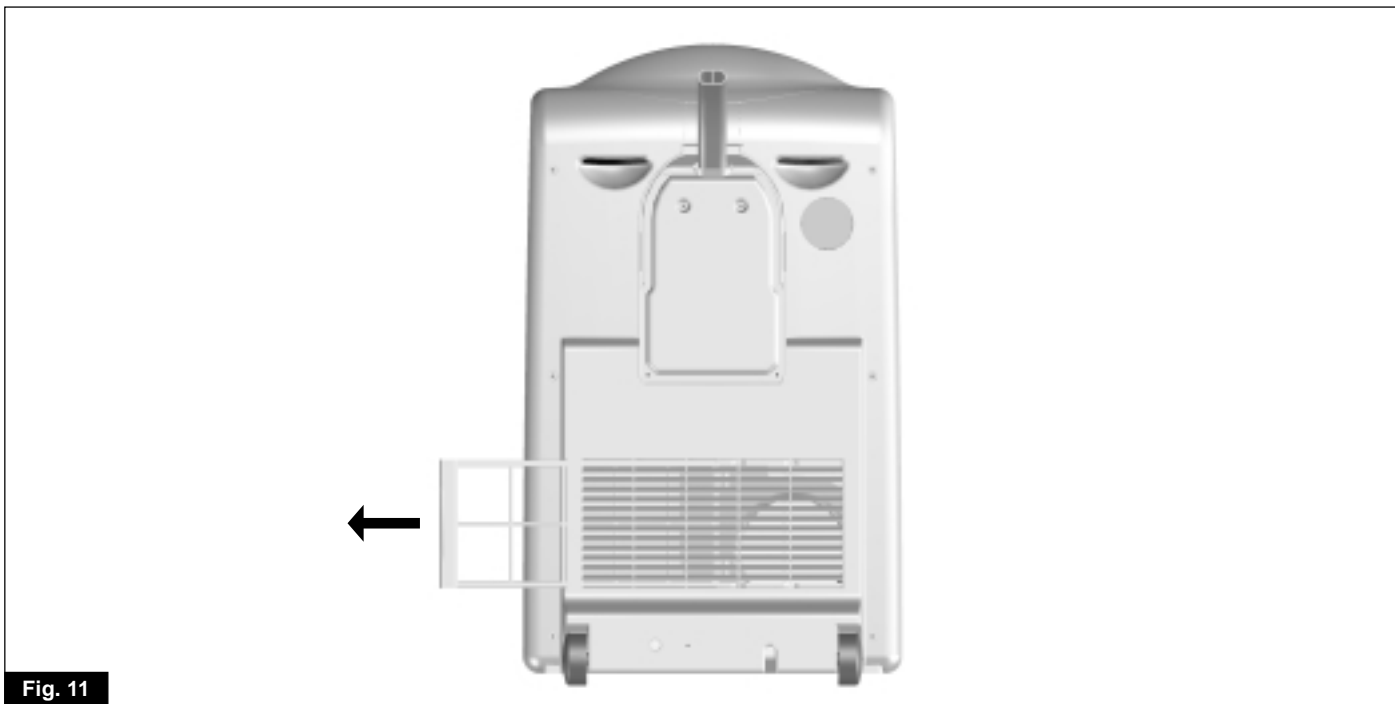

Fig. 11
- Sfilare il filtro tirandolo lateralmente verso sinistra (fig. 11).
- Enlever le filtre en le tirant latéralement vers la gauche (fig. 11).
- Pull the filter out by pulling it to the left (fig. 11).
- Den Filter seitlich nach links herausziehen (Abb. 11).
- Extraigan el filtro tirando del mismo hacia el lado izquierdo (fig. 11).
- Haal het filter eruit door het filter aan de zijkant naar links te trekken (fig. 11).